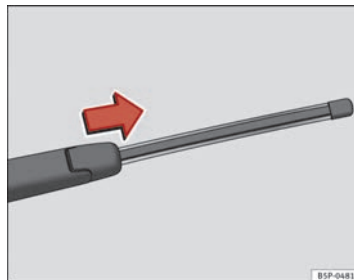

Abb. 133 Heckwischerblatt abnehmen
⇒ Abb. 133.
- Schieben Sie den Wischerblattadapter in Pfeilrichtung und ziehen Sie das Wischerblatt ab ⇒ Abb. 133.